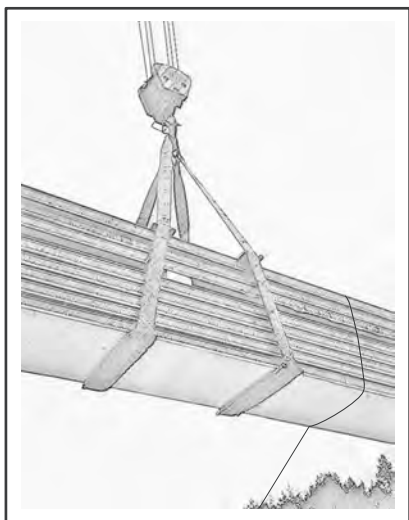

Рис. 2
1.3. Капроновый трос диаметром не менее 4 мм, для стабилизации пачек и отдельных панелей при подъеме (рис. 2).